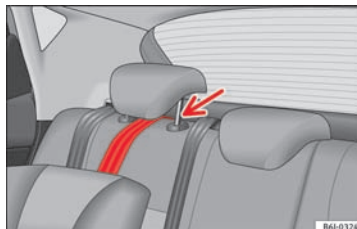

Fig. 28 Fastgørelsesrem: korrekt indstilling og korrekt montering
- Før Top Tether-fastgørelsesremmen ind under hovedstøtten på bagsædet » Fig. 28 (i den forbindelse skal hovedstøtten eventuelt skubbes opad).